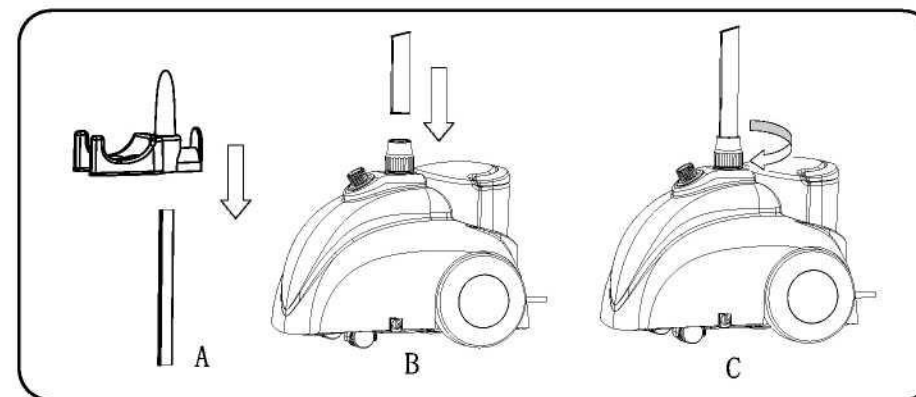

Рис. 3
1. Установите держатель на верхнюю часть стойки в соответствие с пазами на стойке (Рис. 3-А).
2. Вставьте стойку в держатель на корпусе отпаривателя в соответствие с пазами на стоке и выступами в держателе. (Рис. 3-В)
3. Поверните зажимную муфту держателя стойки по часовой стрелке и с усилием затяните ее. (Рис. 3-С). Телескопическая стойка должна жестко удерживаться в зажиме на корпусе отпаривателя.